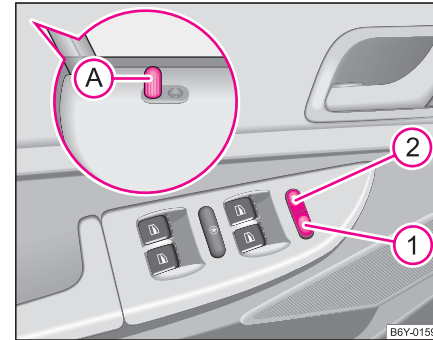

Abb. 23 Tasten für Zentralverriegelung
Beim Entriegeln oder Verriegeln bewegt sich der Sicherungskopf (A) in der Tür nach oben oder nach unten ⇒ Seite 43, Abb. 23.
- mit den Sicherungsknöpfen in den Vordertüren **(A)** ⇒ Seite 43, **Abb. 23** (nur verriegeln),
Ist die Safe-Sicherung außer Betrieb gesetzt, blinkt die Kontrollleuchte neben dem Sicherungsknopf (A) in der Fahrertür nicht ⇒ Seite 43, Abb. 23. Das gilt jedoch nicht im Falle der aktivierten Diebstahlwarnanlage*, denn die Kontrollleuchte zeigt an, dass die Anlage aktiv ist.
- Drücken Sie die Taste **(1)** ⇒ Abb. 23 oder drücken Sie den Sicherungsknopf **(A)** in der vorderen Tür nach unten.
- Drücken Sie die Taste **(2)** ⇒ Abb. 23.
- In der Abbildung ⇒ Seite 43, Abb. 23 ist die Bedienung von Fahrzeugen dargestellt, die mit Fenster-Komfortbedienung* ausgestattet sind ⇒ Seite 49. ■